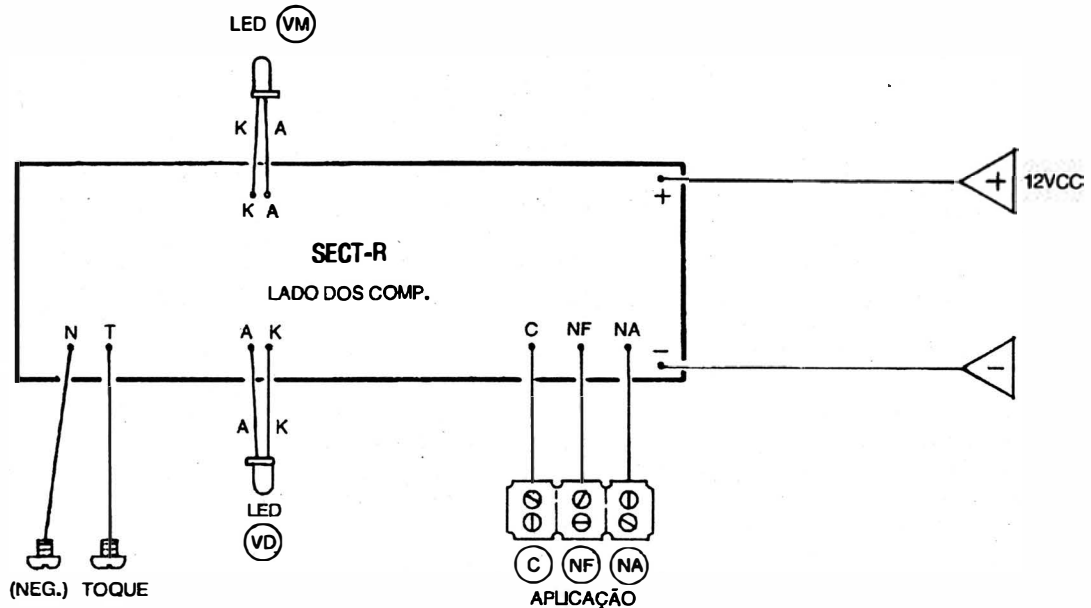

Fig.4
- FIG. 4 - CONEXÕES EXTERNAS À PLACA - Além dos componentes que ficam sobre a placa (que são a maioria, e
estão detalhados no diagrama anterior...) restam algumas poucas conexões externas, claramente explicadas na FIG. 4... Observar, principalmente, os seguintes pontos: polaridade da alimentação, de preferência usando fio **vermelho** para o **positivo** e fio **preto** para o **negativo**, conforme é convencional; identificação dos terminais de **anodo (A)** e **catodo (K)** dos dois LEDs (bem como suas cores, codificadas com **VM** para **vermelho** e **VD** para **verde**...); identificação dos **bornes** de saída de potência para a aplicação, com as funções **C (comum)**, **NF (normalmente fechado)** e **NA (normalmente aberto)** claramente indicadas, para que não haja confusão na hora de adaptar a SECT-R à desejada função; identificação dos contatos de toque, no que diz respeito à existência de um **polo vivo (T)** e um **neutro** ou correspondente à linha do **negativo** da alimentação (N).